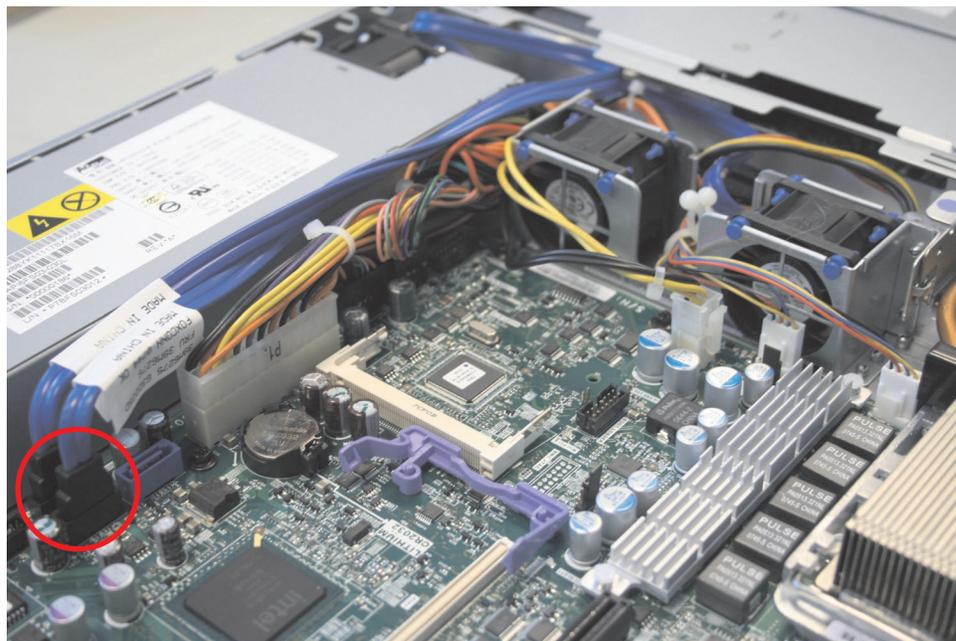

図 193. SAN ボリューム・コントローラー 2145-8A4 SATA ケーブル・コネクタ
8. 図 193 に示すように、システム・ボードのソケット SATA 0 および SATA から両方の SATA ディスク・ケーブルを切り離して取り外します。